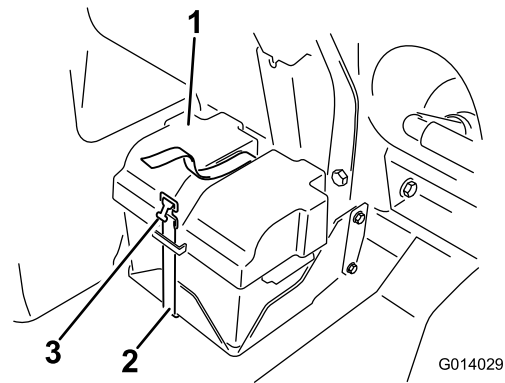
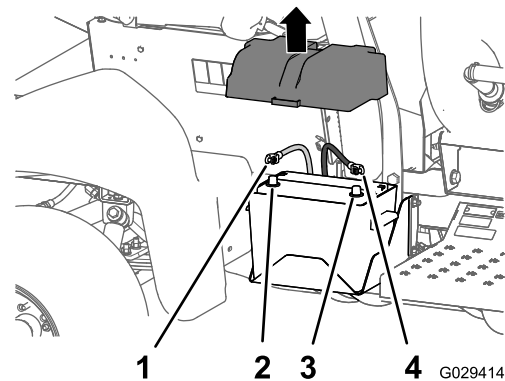

Рисунок 2
Рисунок 3
1. Снимите крышку аккумуляторной батареи и отсоедините отрицательный (черный, земля) кабель от штыря аккумулятора (Рисунок 2 и Рисунок 3).
2. Отсоедините положительный (красный) кабель от штыря аккумуляторной батареи (Рисунок 3).